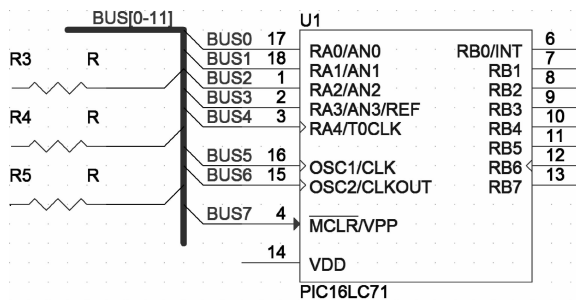

图 6-60 对导线进行命名
2) 对与总线分支连接导线命名。若总线名称为 BUS[0 - 11]，则导线名称必须为 BUS0、BUS1 等，如图 6-60 所示。